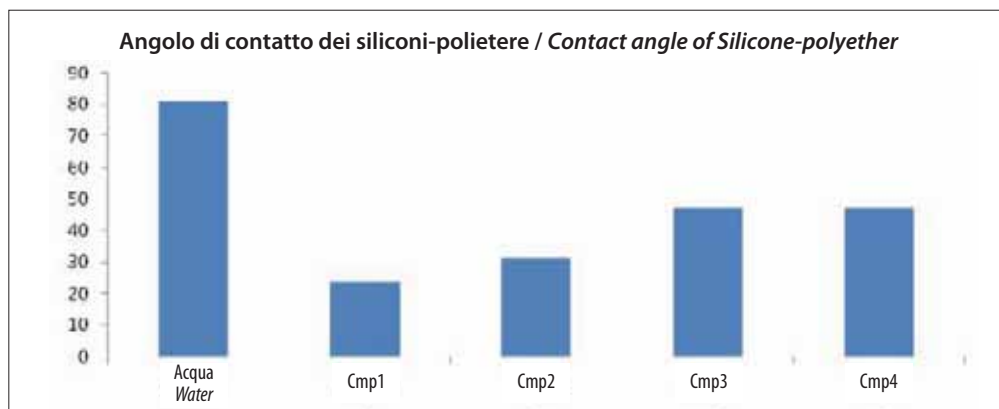

Fig. 3 - Misure dell'angolo di contatto di SPEs / Contact angle measurements of SPEs
misurando l'angolo di contatto della soluzione acquosa SPE allo 0,1% sul polivinilcloruro (PVC) e polietilene (PE). Tutti questi hanno fornito un'eccellente bagnabilità e distensione su PE e PVC^[10]. La tendenza ancora una volta dimostra che i copolimeri con peso inferiore danno un angolo di contatto inferiore e massima bagnabilità (fig. 3). Molti tensioattivi presentano la tendenza a generare schiuma. Gli agenti iperbagnanti come i trisilossani potrebbero determinare una persi-
ane polyether copolymer performs best in this case. The wetting properties of these SPEs were evaluated by measuring contact angle of 0.1% SPE solution in water on Polyvinylchloride (PVC) and Polyethylene (PE). All of them led to excellent wetting and spreading on PE and PVC^[10]. The trend again shows smaller MW co-polymers led to the lower contact angle and the best wetting (Figure 3).